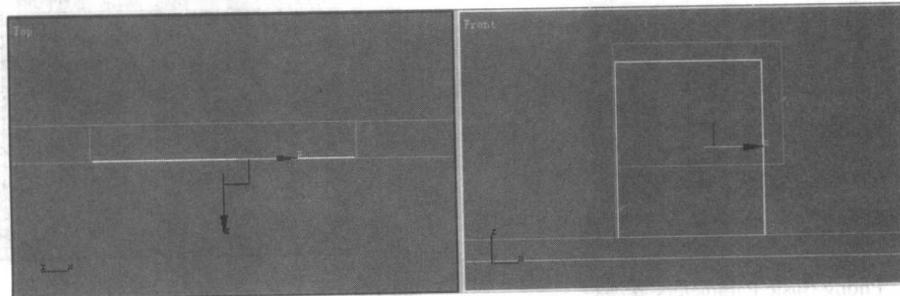

图 1-11 创建的曲线
**1** 单击二维图形创建命令面板中的 按钮，在前视图中创建一条不规则的曲线，调整其形态和位置如图 1-11 所示。